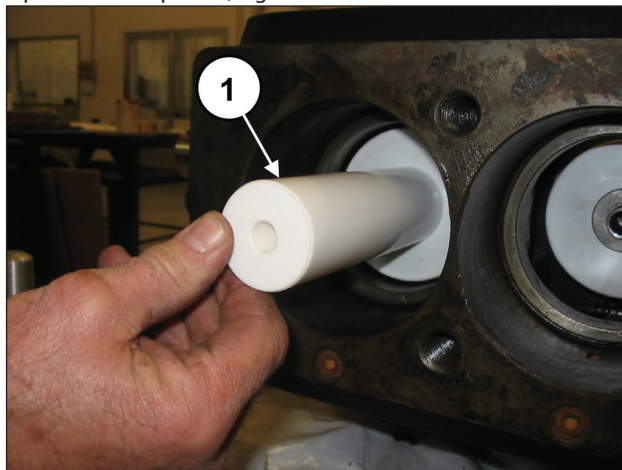
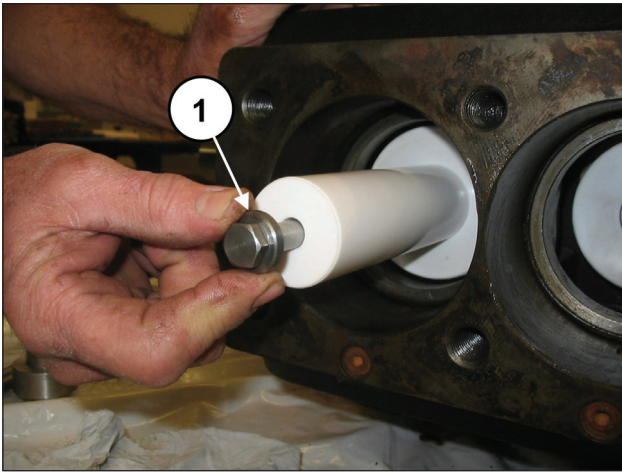

Fig. 182
Fig. 183
Monte os pistões nas respectivas guias (pos. ①, Fig. 182) e prenda-os na pos. ①, Fig. 183.